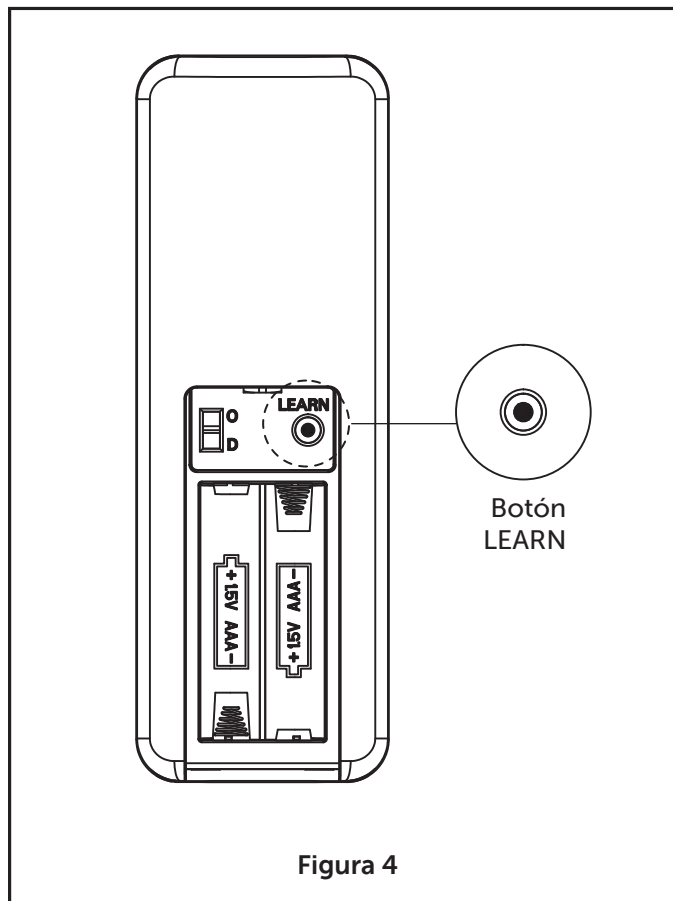

Figura 4
4. Proceso de aprendizaje: (Figura 4)